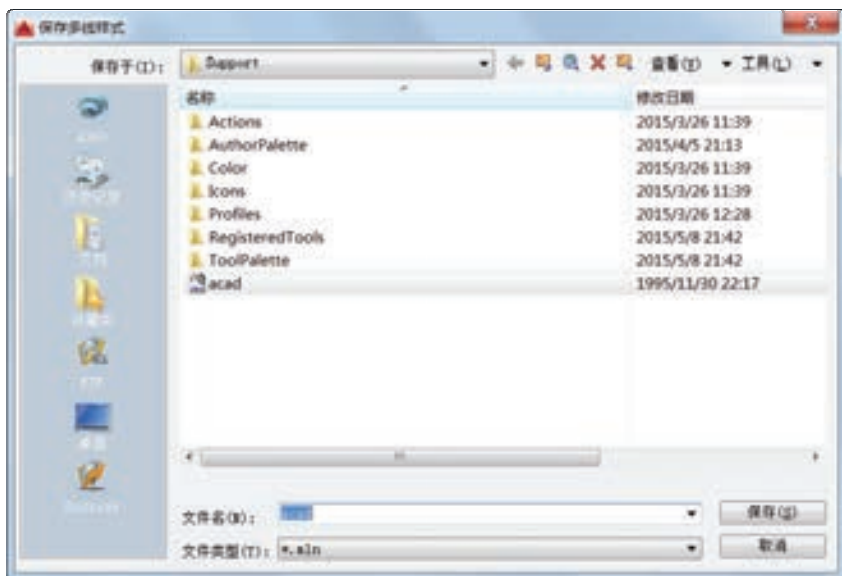

图 2-48 “保存多线样式”对话框
10) 在“多线样式”对话框中单击“保存”按钮，系统弹出图 2-48 所示的“保存多线样式”对话框，默认文件名为“acad”，文件类型为“*.mln”，然后单击“保存”按钮。